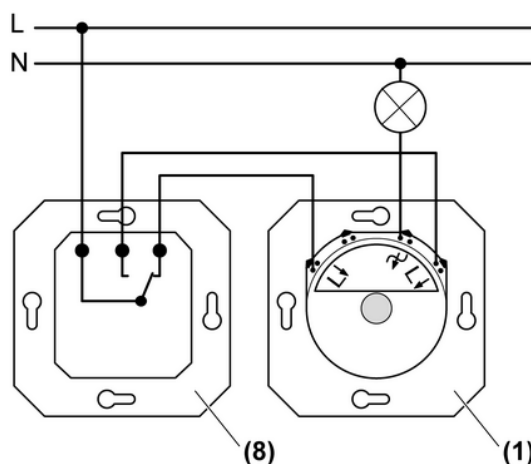

Рис. 3: переключение на два направления
(1) Диммер
(8) Переключатель
- Подключите диммер и переключатель в соответствии со схемой (Рис. 3)